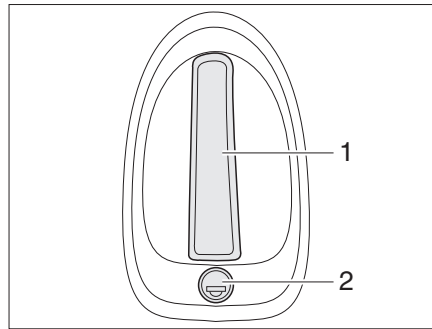

Fig. 27 Cerradura de la trampilla trasera, en el exterior
- Introducir la llave en el cilindro de cierre (Fig. 27,2) y girarla hasta que esté desbloqueada la cerradura de la trampilla.
- Tirar del tirador (Fig. 27,1). La trampilla trasera está abierta.
- Introducir la llave en el cilindro de cierre (Fig. 27,2) y girarla hasta que esté bloqueada la cerradura de la trampilla.